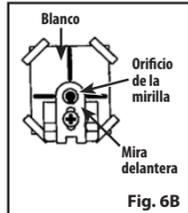

Fig. 6B
- Al usar la mirilla, la pistola de aire está apuntada correctamente cuando la hoja de la mira delantera está posicionada exactamente en el centro de la mirilla de la mira trasera (Fig. 6B).